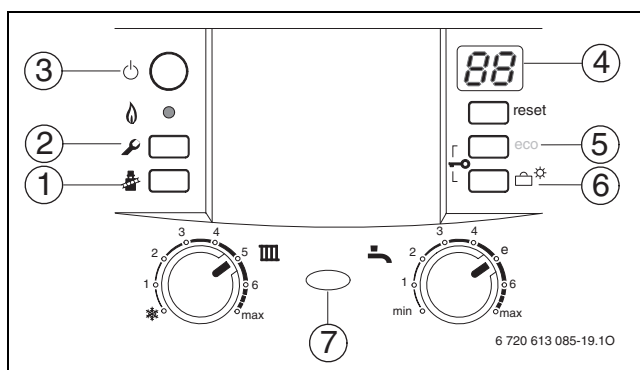

Fig. 42 Panoramica degli elementi operativi
- Premere più volte il tasto «eco» o il tasto funzione ferie  (→ fig. 42) finché non viene visualizzata la funzione di servizio desiderata.
- Premere contemporaneamente i tasti «eco» e  (→ fig. 42) per 3 sec. (durante quest'operazione il display visualizza  finché il display non mostra nuovamente cifra.lettera, ad es. 8.A).
- Premere più volte il tasto «eco» o il tasto funzione ferie  (→ fig. 42) finché non viene visualizzato il valore desiderato della funzione di servizio.
- Tenere premuti contemporaneamente i tasti «eco» e  (→ fig. 42, pagina 37) per 3 sec. (il display visualizza ) finché il display non visualizza una funzione di servizio del primo livello ad es. 1.A.